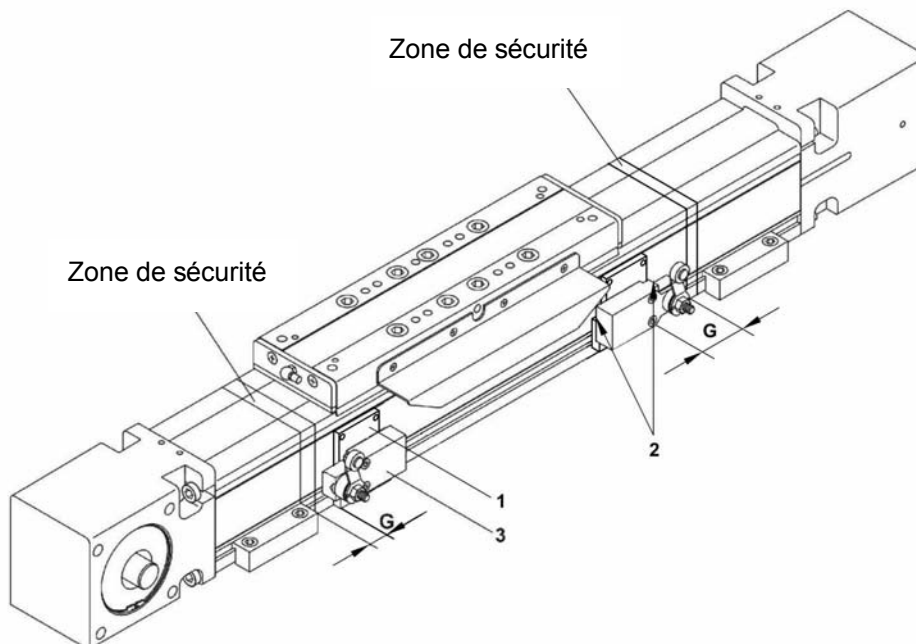

Fig. 5:
1. **Figure 5** : desserrer la vis de serrage (2) de la plaque de fixation (1).
2. Déplacer la plaque de fixation avec la fin de course (3) dans la position désirée.